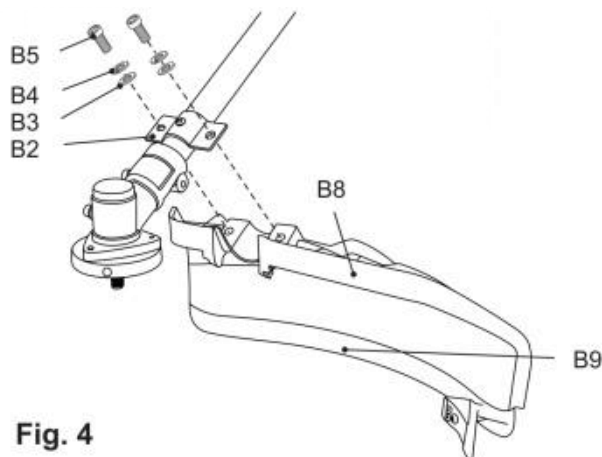

Fig. 4
- 3) Bevestig de verbinding met bouten (B5) , veerringen (B4) en sluitringen (B3) met behulp van het gereedschap (E4) (Fig. 4).